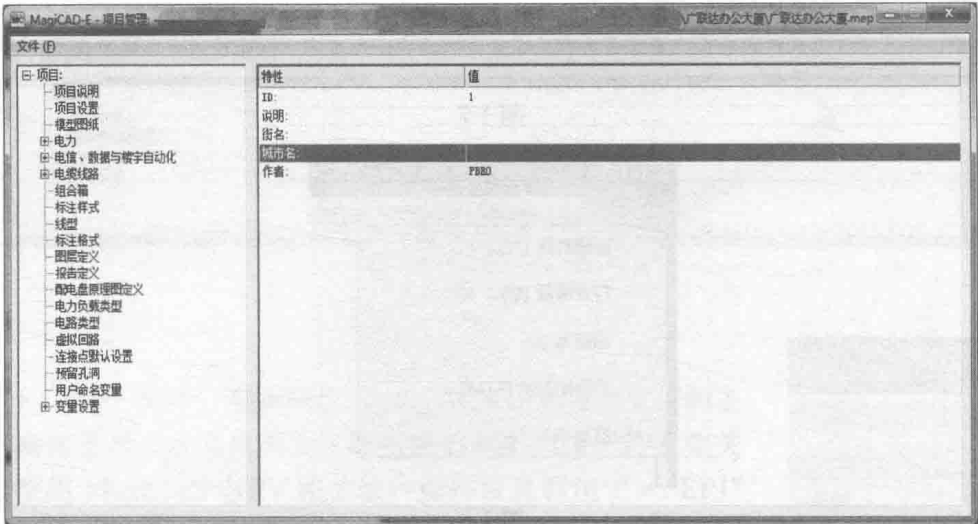
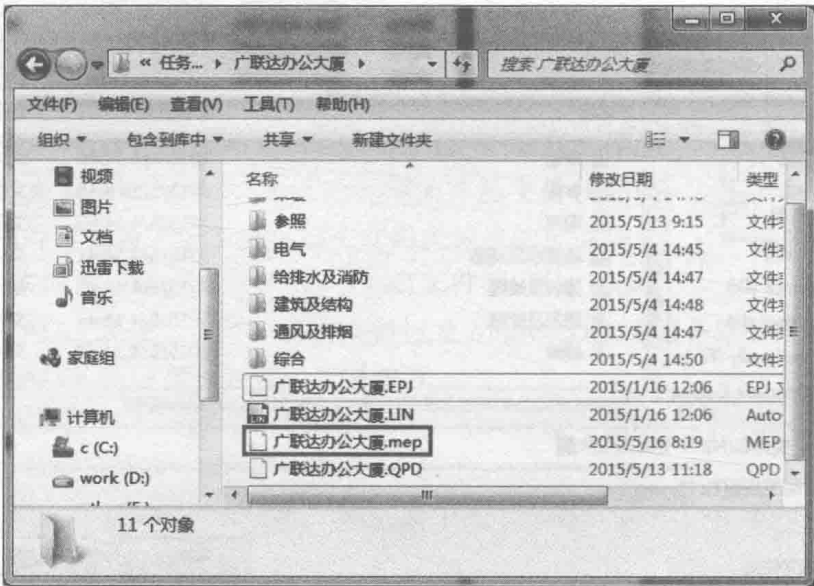

图 1-10
图 1-11
- ① 保存位置：指的是要新建的 MagiCAD-E 项目文件的保存路径，建议直接保存在项目文件夹下，而不是专业文件夹下。原因：同 MagiCAD HPV 项目文件保存位置原因。
- ② “文件名”：指的是要新建的 MagiCAD-E 项目文件的文件名称，建议就写项目的项目名称。有人可能会担心 MagiCAD-E 项目文件和 MagiCAD HPV 项目文件文件名称一样，如果保存位置也一样的话，已经建好的 MagiCAD HPV 项目文件是否会被覆盖掉？这个是不会的，因为他们的文件类型（文件扩展名）不一样。
- 4) 单击图 1-9 中的“保存”按钮后，即会自动打开新建的该项目的 MagiCAD-E 项目文件，如图 1-10 所示。同时会在项目文件夹下生成一个“*.mep 文件”，这个文件就是该项目所有电气专业（比如强电、弱电、消防电等）共用的项目管理文件，如图 1-11 所示。